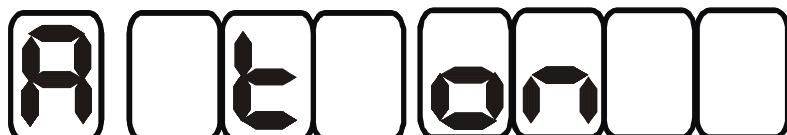

Рис.15. Вид индикатора при отключенном маскировании.
**6.3.5. Режим задания масок.** Для входа в этот режим нажмите кнопку “Режим” три раза. Мaska или запрет на обработку может быть наложена на каждый параметр независимо. Выбор параметра, на который будет наложен запрет обработки, производится циклически **кнопкой “Выбор”**. На Рис.15 приведен вид индикатора, когда маскирование отключено: